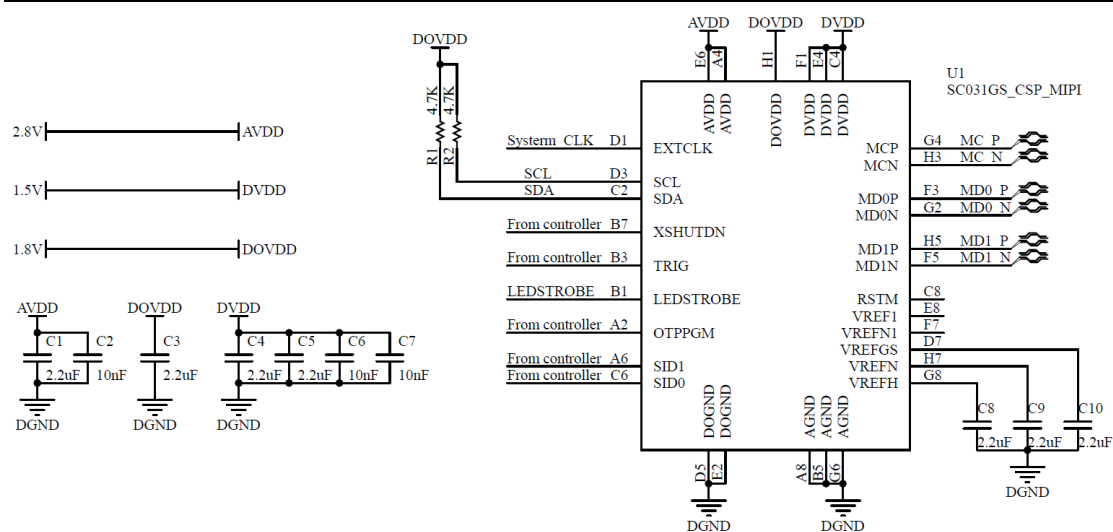

图 3-3 SC031GS MIPI 接口电路(Cost down)
- b) 如果成本优先（cost down），可参考以下：AVDD 必须单独外接 2.8V 电源，A4 和 A6 引脚共用两个滤波电容（2.2uF+10nF）。DOVDD 外接 1.8V 电源，靠近引脚处放置一个 2.2uF 电容。DVDD 外接 1.5V，E4、F1 每个引脚放置 1 个 10nF 电容，共用一个 2.2uF，C4 引脚单独放置一个 2.2uF 电容。电容大小可参考图 3-3 提供的电容大小数据；